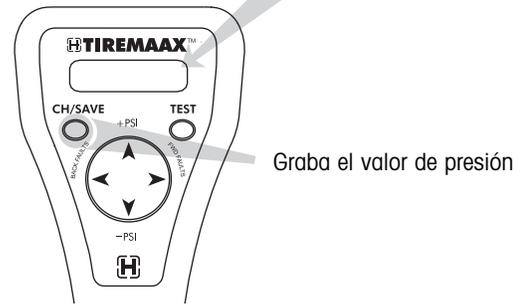

Figura 8. Grabando el nuevo valor de presión objetivo
3. Presione el botón CH/SAVE (change/save) para grabar el nuevo valor de presión objetivo (figura 8).